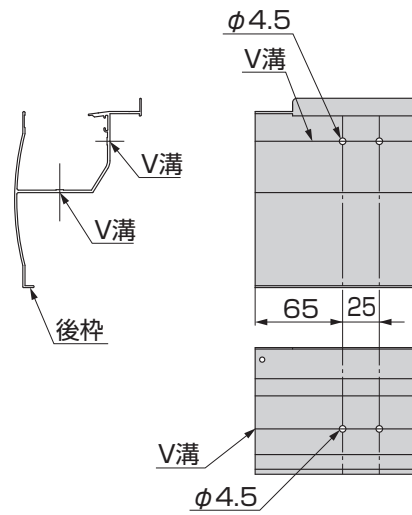
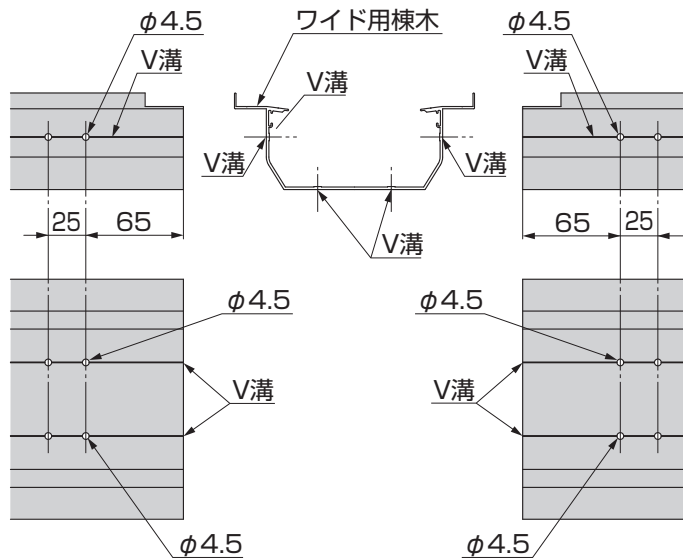

図2-1 後枠の加工
図2-2 ワイド用棟木の加工
①ワイド用棟木・後枠および母屋の連棟側を穴加工してください。(図2-1、図2-2、図2-3参照)